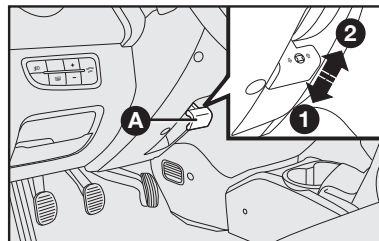

fig. 13
## VOLANTE - fig. 13
- 1) Desplace la palanca **A**-fig. 13 hasta la posición **2**-fig. 13.
- 3) Vuelva a poner la palanca en la posición **1**-fig. 13 para trabar nuevamente el volante.